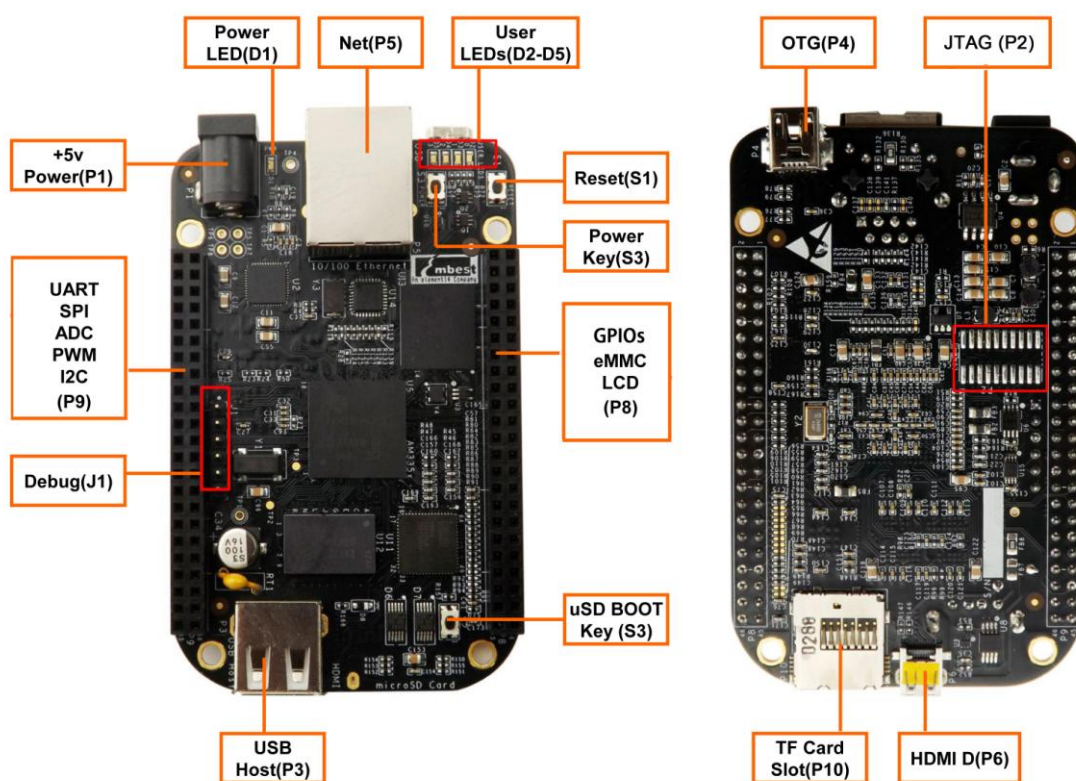

图 1 接口/按钮/LED
- 4) 将 MicroSD 卡插入中国版 BB-Black 的卡槽中, 然后按住 uSD BOOT 按钮(请参考第 1 页上的图 1 接口/按钮/LED) 并使用 USB 线缆接通电源;